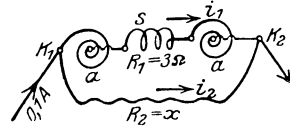

Abb. 24. Abgleichung des Eigenwiderstandes von Drehspulinstrumenten zu Aufgabe 88.
88. Es soll ein lohmiges Westongalvanometer mit der Konstanten  $K = \frac{1}{1000}$  gebaut werden. Leider stellt sich heraus, daß der Widerstand der beiden Federn  $aa$  in Abb. 24 und der Spule  $s$  bereits  $3 [2,5] \Omega$  beträgt. Man muß daher parallel zu diesem Widerstand einen Widerstand  $R_2$  legen, so daß der Kombinationswiderstand beider  $1 \Omega$  ist.